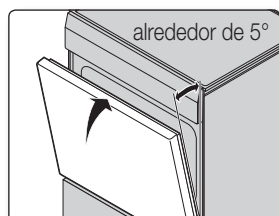

Fig. 1
4. Cierre la puerta en la posición de remoción de la puerta, que es a aproximadamente 5 grados de la posición vertical (Fig. 1).